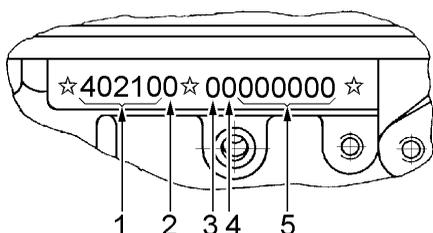
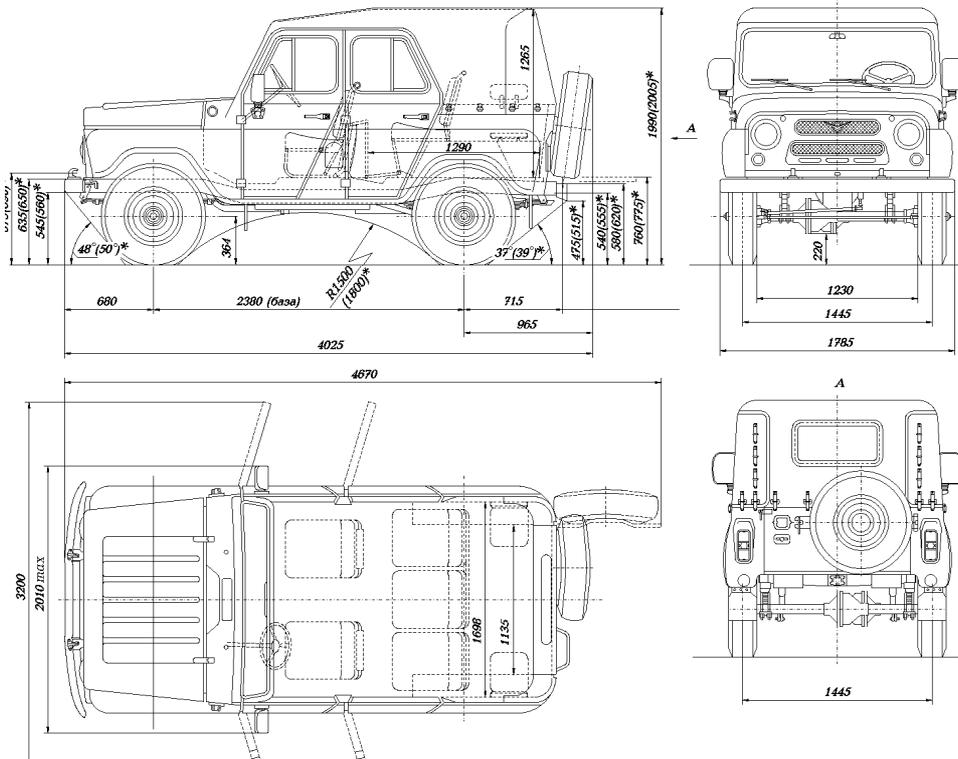

Рис. 1.6. Расположение идентификационного номера двигателей ЗМЗ:
Рис. 1.8. Основные размеры автомобилей УАЗ-31512, УАЗ-315122, УАЗ-31519 и УАЗ-315192 (размеры даны для справок)
**Примечание.** Размеры автомобилей с мостами с бортовой передачей см. на рис. 1.6. Размерные данные автомобилей УАЗ-31519, УАЗ-315192 с мягким верхом см. на рис. 1.8